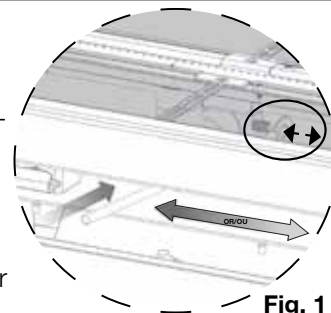

Fig. 1
- ☐ 2. Dégagez la tige de contrôle en poussant la côté la plus petit de la tige vers la gauche ou le droit (dépendant sur le modèle) puis poussez-la vers l'arrière de l'appareil jusqu'elle défriche le passe-câble en caoutchouc (**Fig. 1**). **Le passe-câble en caoutchouc doit rester en place.**